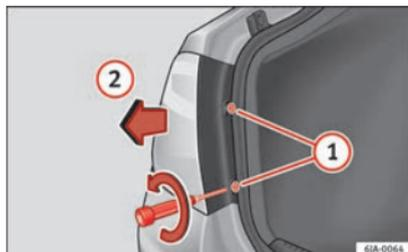

Fig. 98 Démontage du feu arrière sur l'aile.
- Avec le tournevis fourni ou une clé Torx 20 (T20), dévissez (en tournant dans le sens contraire des aiguilles d'une montre) et retirez les deux vis de fixation de la zone avant du feu » fig. 98 ①, en prenant soin de ne pas les perdre.
- Tirez l'unité des feux arrière vers l'arrière » fig. 98 ② jusqu'à ce qu'il soit possible de retirer le feu de son logement.